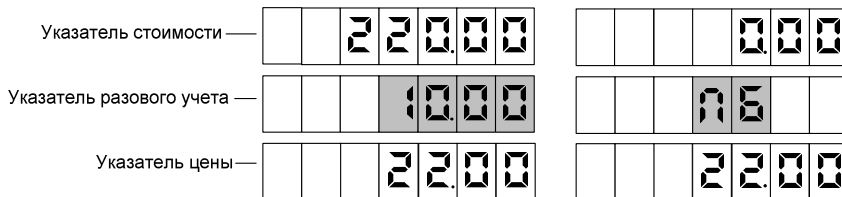

Рисунок 6
8.2 Для выдачи топлива необходимо задать дозу с системы управления. Когда устройство будет готово к отпуску топлива, в средней строке табло мигающими символами отобразится величина *заданной* дозы, а в случае отпуска "до полного бака" – символы "ПБ" (рисунок 6). Это дает клиенту удобный способ определить, когда можно начать заправку, а также убедиться, что задано именно то количество